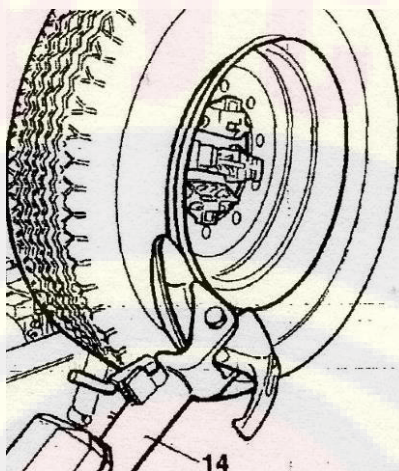

Рисунок 15
- Опустите рычаг устройства отжима борта (поз. 14, Рисунок 15) в рабочее положение и защёлкните его.
- Работая с мобильного центра управления, двигайте колесо, пока внешняя сторона обода не будет касаться диска отжима борта (Рисунок 15).